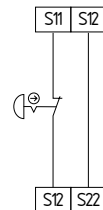

Fig. 7
**Circuit d'arrêt d'urgence à 1 canal avec organes de commande selon EN ISO 13850 et EN 60947-5-5 (Fig. 7)**